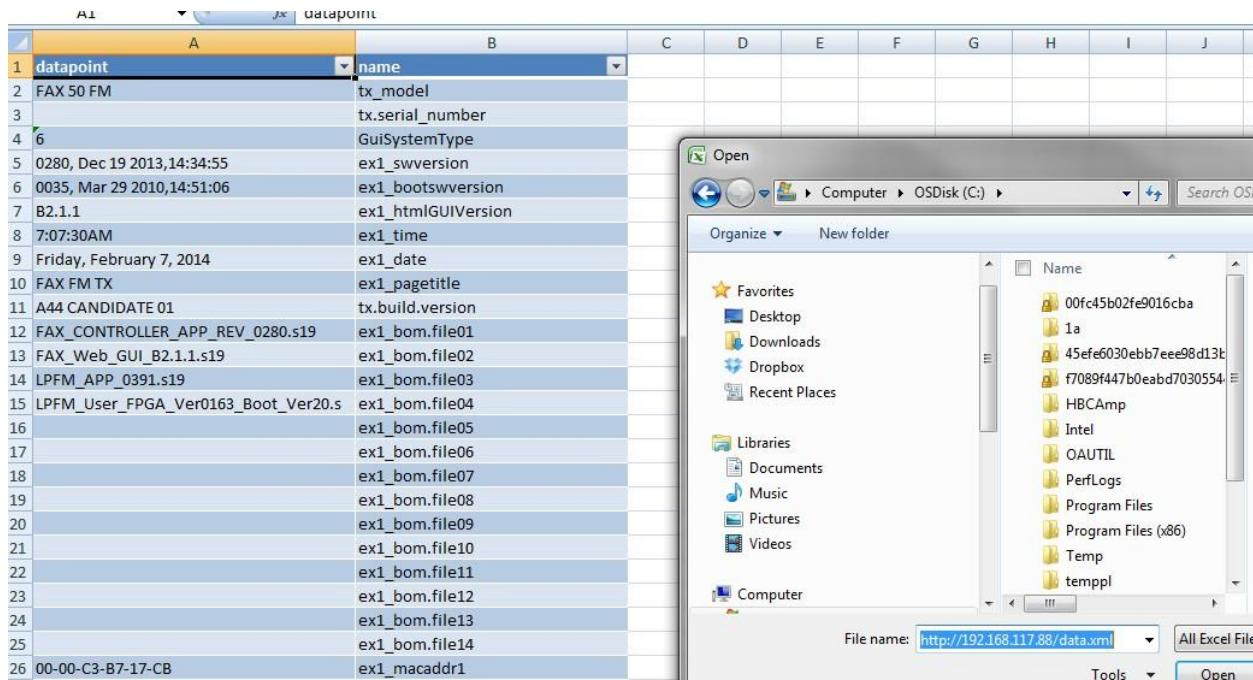

Figura 6-2 Descarga de puntos de datos
- PASO 5 Los puntos de datos deben cargarse en Excel y verse como la columna de la izquierda en la Figura 6-2. La mano derecha son los datos y la columna de la izquierda será el nombre de los puntos de datos.